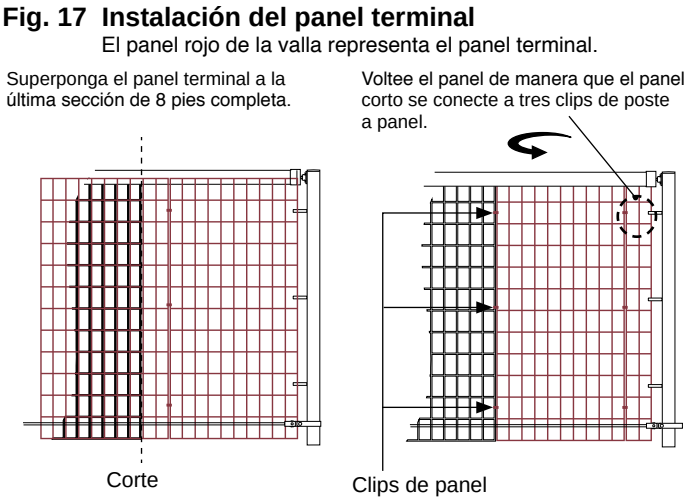

Fig. 15 Instalación de los paneles de la valla
- Suba la sección de paneles de valla hacia el interior del travesaño. Inserte un clip de panel a travesaño en el interior de la copa del conector de travesaño. Asegúrese de que el alambre superior esté asentado en el reborde del clip. Bloquéelo en la posición correcta. (Fig. 15)